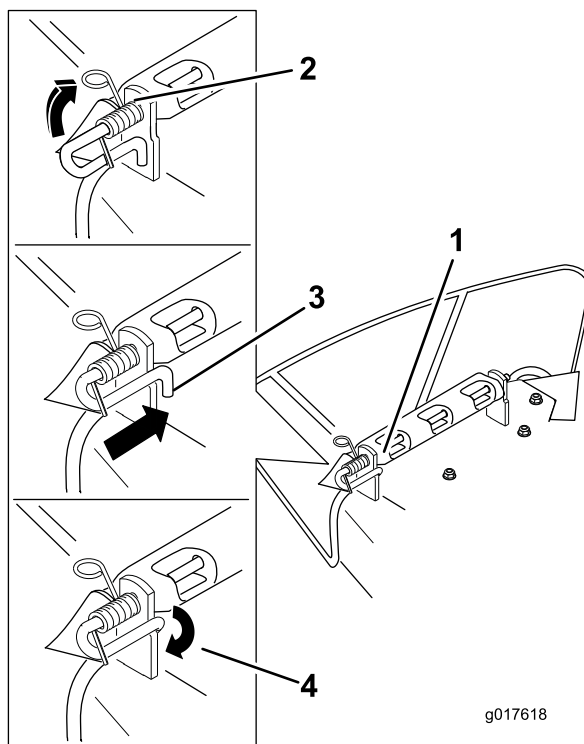

Figure 67
- Positionnez le nouveau déflecteur d'éjection en plaçant les extrémités du support entre les supports soudés du tablier, comme montré à la Figure 67.
- Positionnez le ressort sur la tige comme montré à la Figure 67, de sorte que l'extrémité la plus courte du ressort sorte du dessous de la tige avant le coude et passe par-dessus la tige à son retour.
- Soulevez le côté avec la boucle du ressort et placez-le dans le cran du support de déflecteur (Figure 67).
- Fixez l'ensemble tige et ressort en le tournant de sorte à pouvoir placer l'extrémité courte de la tige derrière le support avant soudé au tablier de coupe (Figure 67).